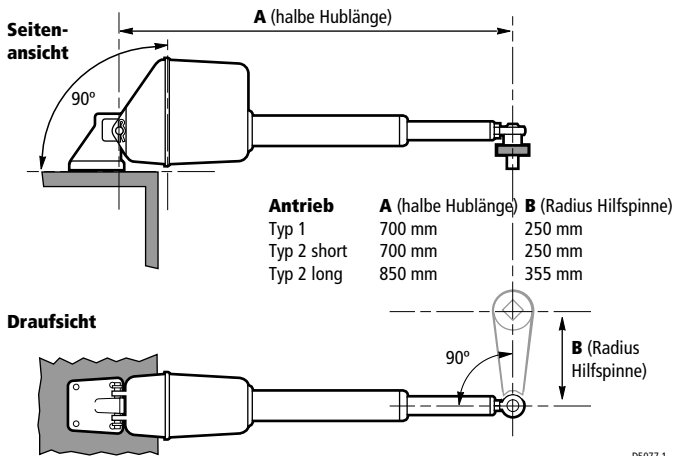

Abb. 4: Ausrichtung des Antriebs
- Der Antrieb muss rechtwinklig zur Montagefläche stehen (siehe Abbildung 4).
- Mit dem Ruder in Mittschiffposition muss der Antrieb rechtwinklig zur Hilfspinne stehen (siehe Abbildung 4).
Der mitgelieferte Befestigungssatz verbindet die Schubstange mit dem Pinnenarm in der in Abbildung 4 dargestellten Drehebene.
Hinweis: Gegebenenfalls müssen Sie ein 13 mm Loch unter Berücksichtigung des Radius (siehe Abbildung 4 in die Hilfspinne bohren).